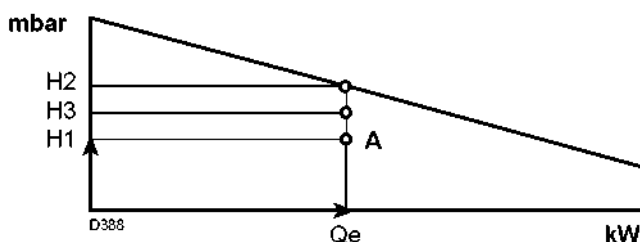

Рис. 39
- Проведите через точку А вертикальную линию, рисунок 39, и найдите максимальное давление  $H_2$  в рабочем диапазоне.